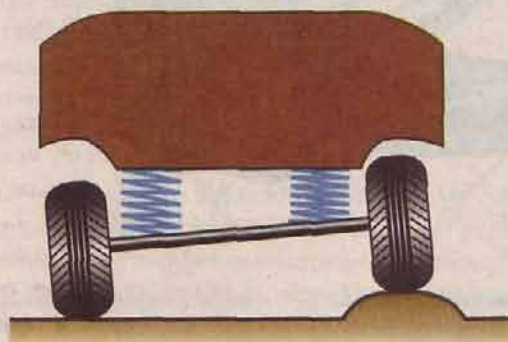

Рис. 40. Схема работы зависимой подвески колес автомобиля
**Зависимая подвеска** (рис. 40), это когда оба колеса одной оси автомобиля **связаны** между собой жесткой балкой (задние колеса). При наезде на неровность дороги одного из колес, второе наклоняется на тот же угол.